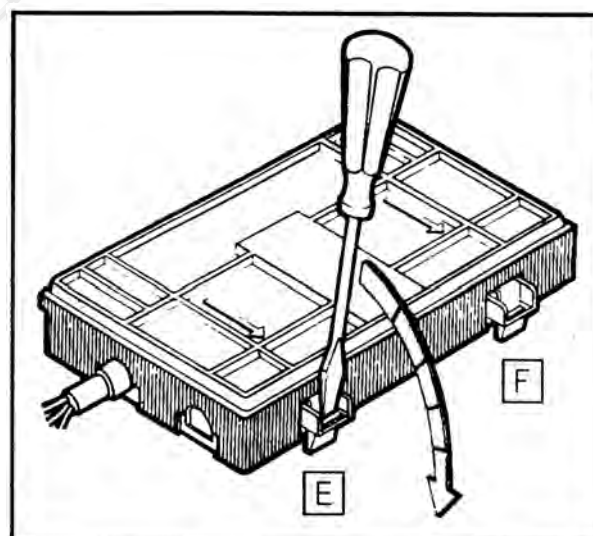

Рис. 3
- ⚠ Если возникнет необходимость заменить электрический кабель, то снимите крышку соединительного щитка, нажав на защелки E и F, как показано на рис.3, и вы получите доступ к контактам. Рис.3.